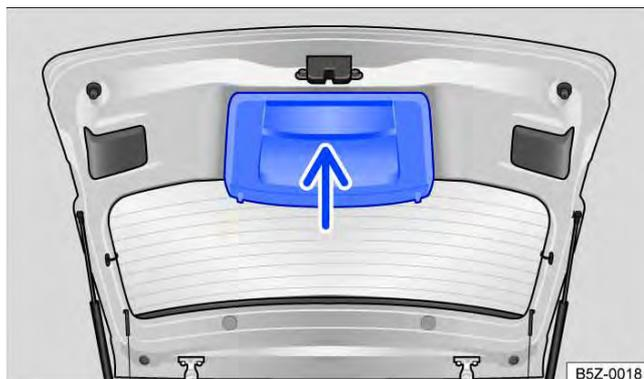

Fig. 60 Tampa traseira aberta: rebaixo para puxar.
- Segurar no rebaixo do revestimento interno da tampa traseira → Fig. 60 (seta).